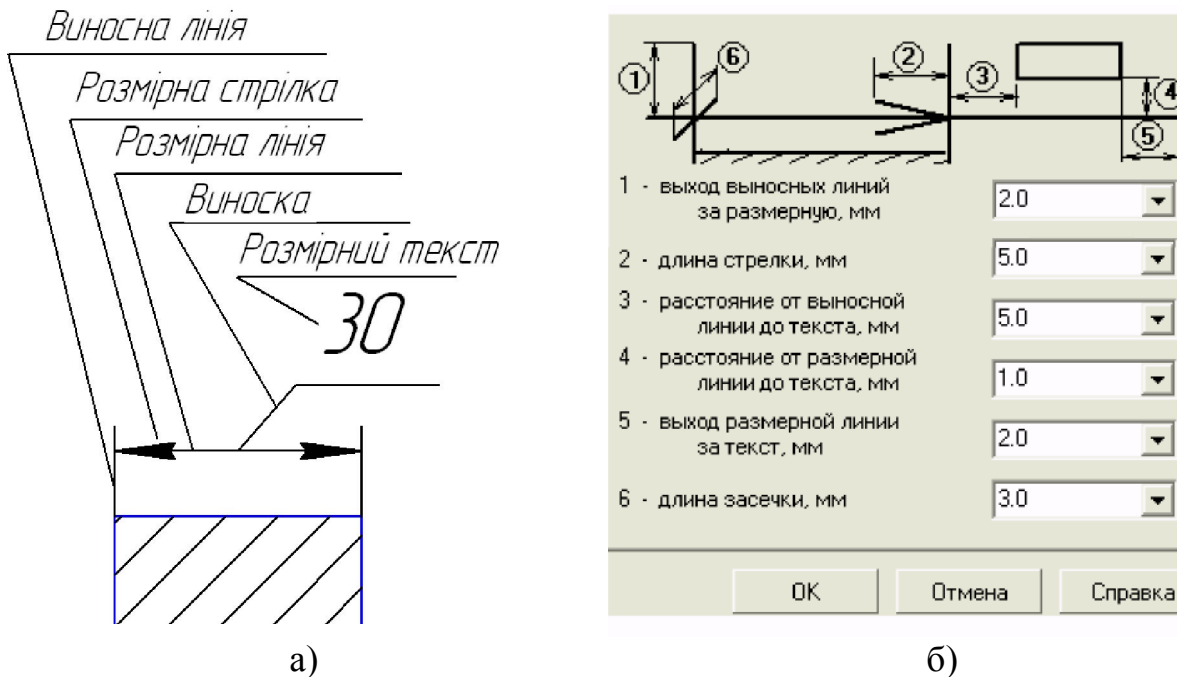

Рис. 2.5. Параметри промальовування розмірів
- розмірна лінія - лінія зі стрілками, виконана паралельно відповідному виміру (рис. 2.5 а);
- винесення - використовуються, якщо розмірний текст розміщується на полку (рис. 2.5а).
У правій частині з'явиться панель Параметри промальовування розмірів, показана на рис. 2.5б.